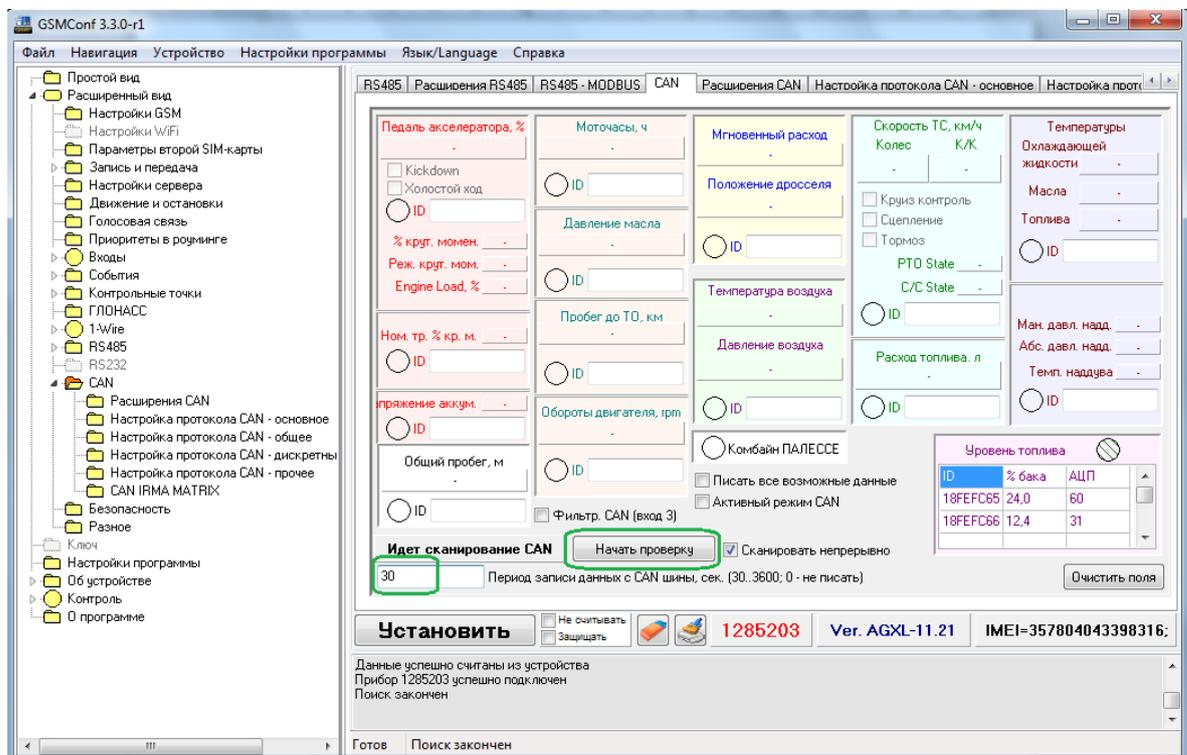

Рисунок 6
3.3.2. На вкладке CAN выставить период записи данных с CAN шины и нажать «Начать проверку» (Рис. 6):